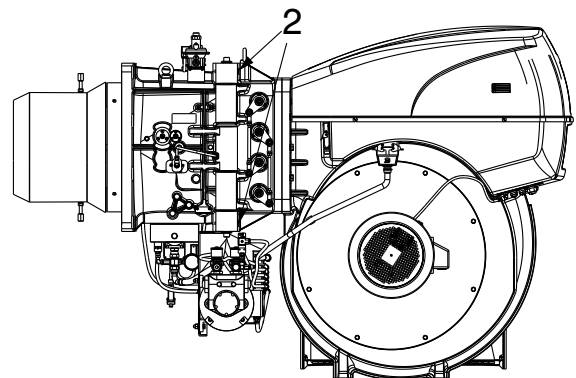

Fig. 42
- Desconectar la toma 1)(Fig. 42) del servomotor aceite/gas.